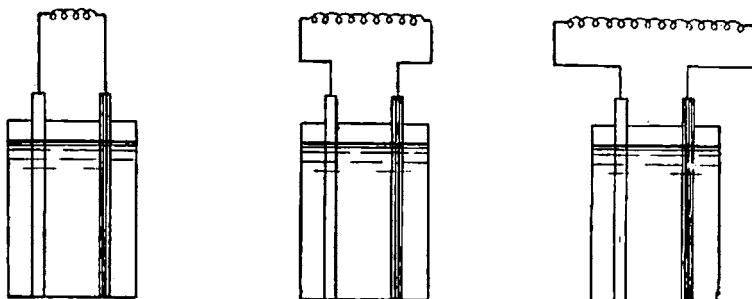

Fig. 10. — Circuite electrice cu rezistențe diferite
10. Rezistența variază cu temperatura. În experiențele arătate, (fig. 10) să ne folosim și de un termometru pe care să-l introducem în interiorul înfășurării bobinei).